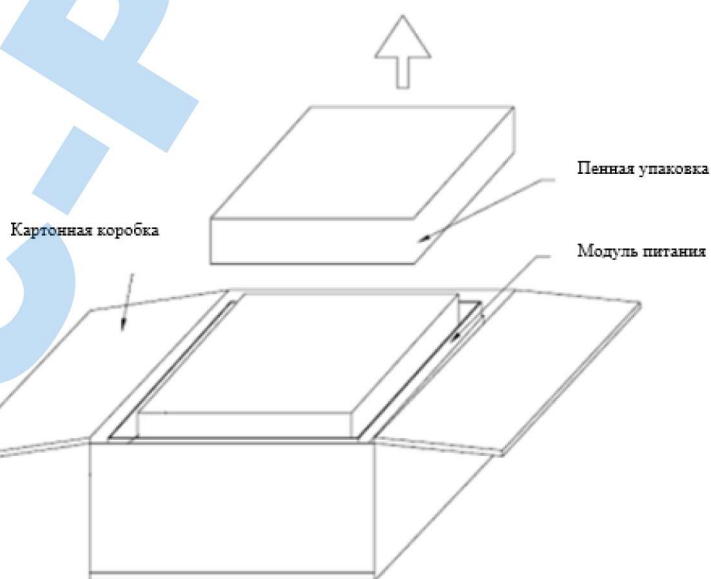

Рисунок 3-7. Удаление защиты.
3. Удалите защиту из пенопласта (Рисунок 3-7).